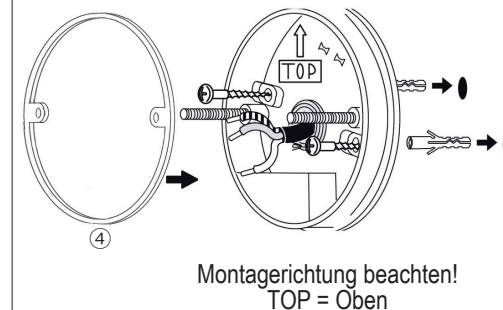

Bild 2
**Bild 2:** Das Kabel durch die Dichtung ③ schieben. Die Grundplatte mittels Wasserwaage (an den Gewindestiften) ausrichten, die Bohrlöcher an den entsprechenden Stellen anzeichnen und die Grundplatte wieder abnehmen. Die Löcher bohren, die Dübel einsetzen und die Grundplatte anschrauben. Bei Holzwänden oder Leichtbauwänden passendes Material verwenden. Die Grundplattendichtung ④ einsetzen.